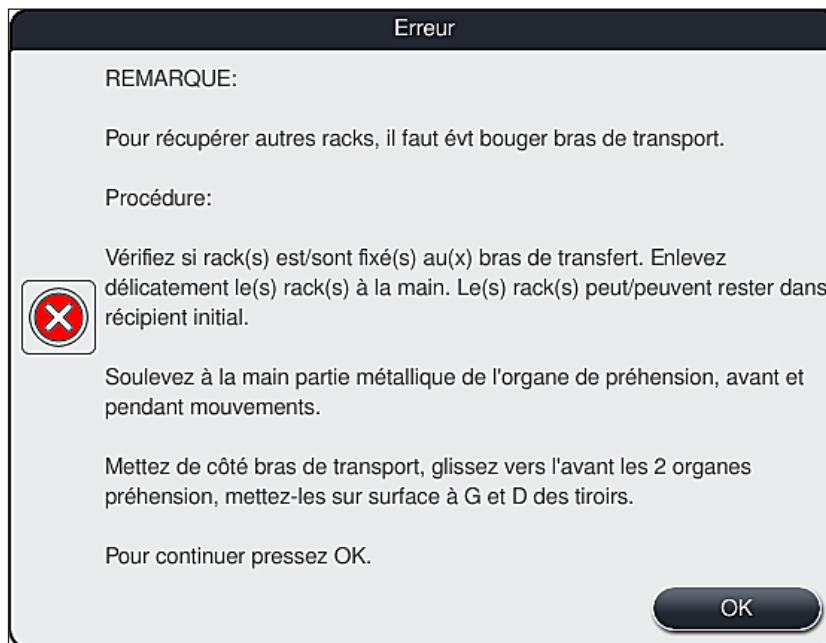

Fig. 109
3. Après avoir appuyé sur la touche **OK** (→ "Fig. 108"), s'affiche un autre message d'information (→ "Fig. 109") qui apporte à l'utilisateur des instructions concernant la procédure correcte à adopter pour retirer les supports de lames correspondants.